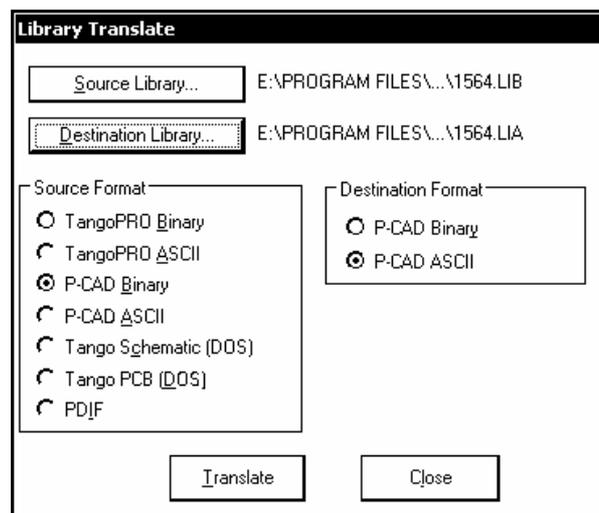

Рис. 3.19
1. Активизировать команду главного меню Library>>Translate. открывается одноименное диалоговое окно (Рис. 3.19).